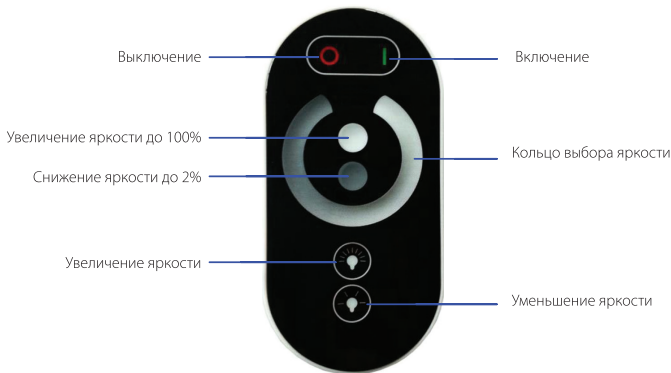

Рис.2. Управление диммером.
3.8. Проверьте управление (см. Рис.2.)